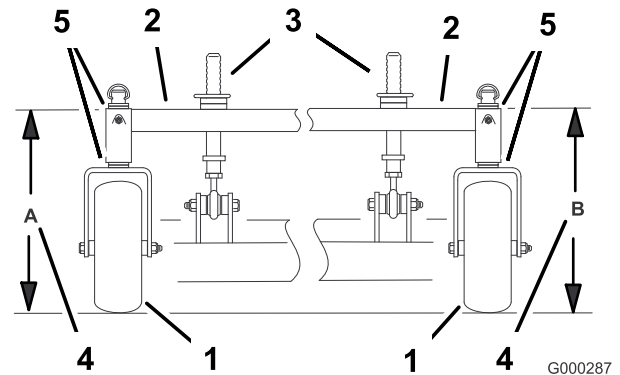

Figure 57
- Mesurez la hauteur du bâti porteur au point **A** (Figure 57).
- Mesurez la hauteur du bâti porteur au point **B** (Figure 57).